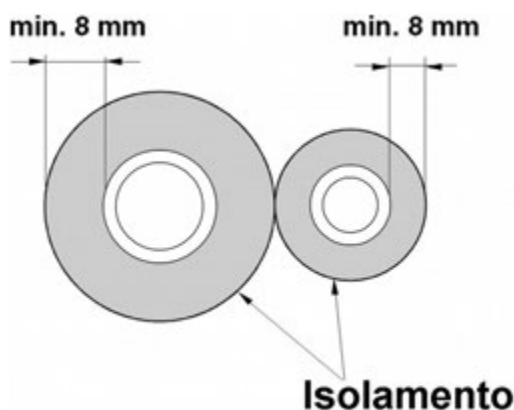

Fig.4
a) L'impiego di tubi in rame per montaggio di impianti di aria condizionata. Diametro esterno dei tubi: 1/4" e 3/8" isolamento adeguato (almeno 8 mm di spessore) Fig.4, adatti all'uso con refrigerante R134a;